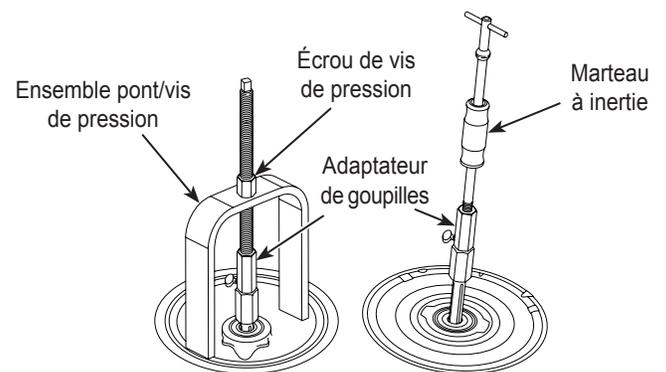

Figure 2
- Filetez et serrez l'extrémité de l'ensemble pont/vis de pression ou le marteau à inertie sur le dessus de l'adaptateur de goupilles. Voir Figure 2. *Remarque : l'adaptateur de goupilles est compatible avec les marteaux à inertie 1/2 po et 5/8 po.*